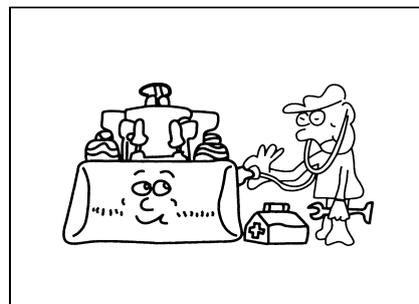

Рис. 1-67
- Внимательно отыскивать дефекты, при возникновении дефекта следует немедленно сообщить связанному лицу для ремонта. Запрещается ремонтировать работающие детали (рис. 1-67).